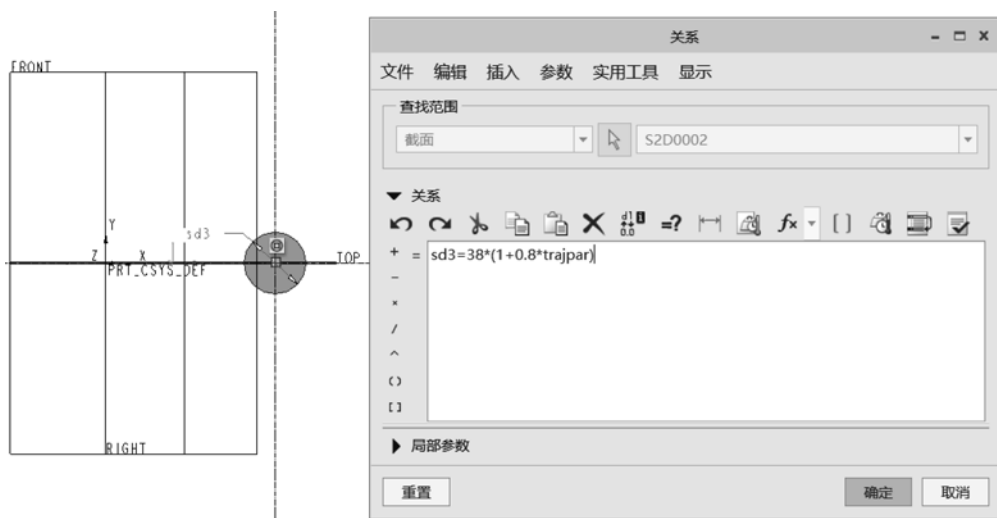

图 3-50 设置截面圆的关系
- 7 输入带 trajpar 参数的截面关系为“ $sd3=38*(1+0.8*trajpar)$ ”, 如图 3-50 所示, 从而使草绘可变。这里 sd3 为圆的直径尺寸参数符号。在“关系”对话框中单击“确定”按钮, 然后在功能区中切换到“草绘”选项卡, 单击“确定”按钮, 完成截面草绘并退出草绘模式。